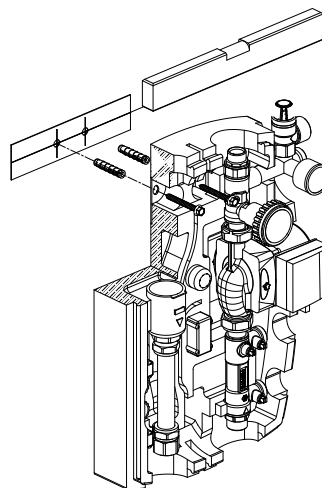

Fig. 1
6. Appoggiare il gruppo di circolazione al muro e fissare con le viti in dotazione (vedi fig. 1).